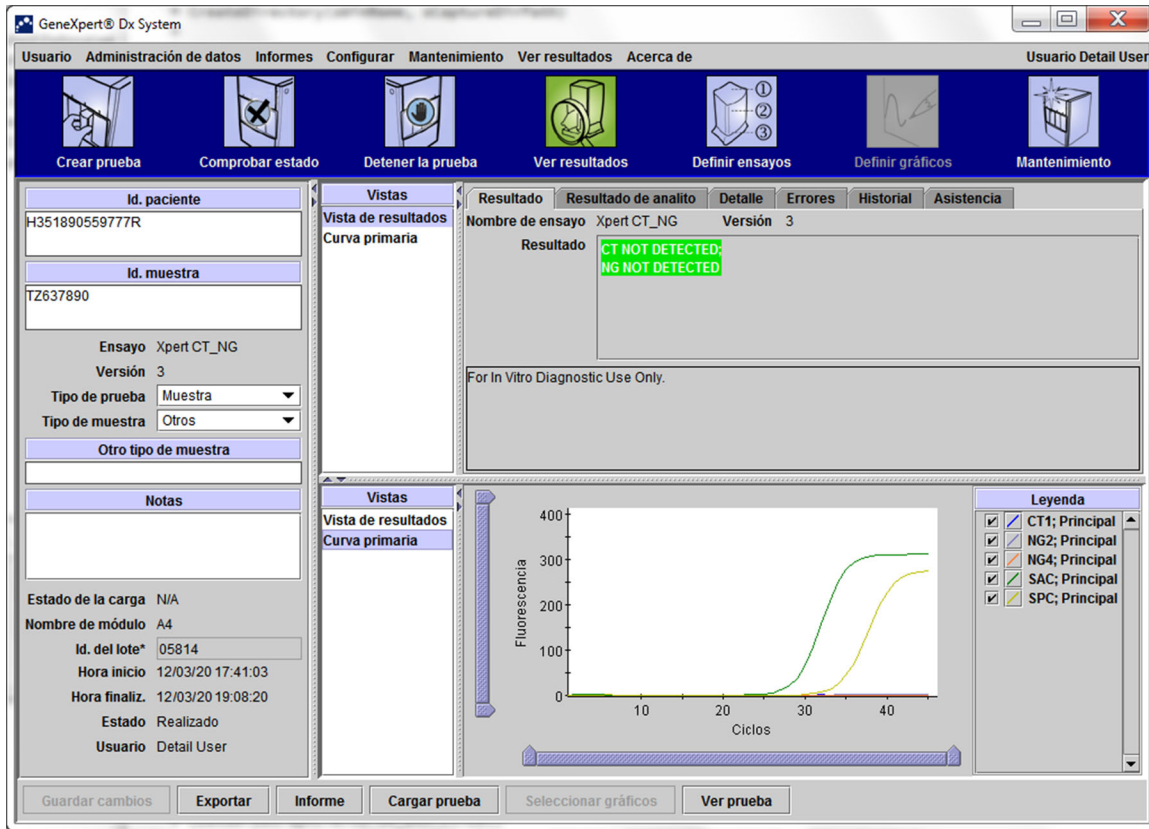

Figura 5-36. Ventana Ver resultados de GeneXpert Dx (vista de usuarios de tipo detalle y administrador)
1. En la ventana GeneXpert Dx System, haga clic en **Ver resultados** en la barra de menús. Aparece la ventana Ver resultados. Consulte la figura 5-36.
La ventana Ver resultados muestra diferentes funciones para diferentes tipos de usuarios. Apartado 5.12.2, Vista de usuarios de tipo básico describe la ventana Ver resultados para los usuarios de tipo básico. Apartado 5.12.3, Vista de usuarios de tipo detalle y de tipo administrador describe la ventana Ver resultados para los usuarios de tipo detallado y administrador. La figura 5-36 muestra la ventana Ver resultados para los usuarios de tipo detalle y administrador.